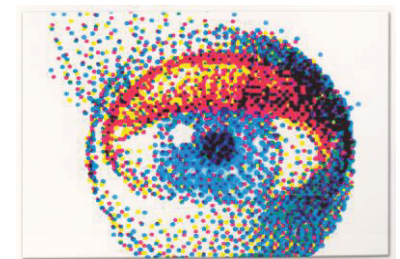

Abb. 3-13: Tonwertsimulation bei einem Farbbild [3]
Die volle Bandbreite möglicher Mischfarben bei Volltondruckern ist durch unterschiedliche Kombinationen der Druckfarben gegeben. Die Helligkeit und Intensität einer Mischfarbe wird durch die Größe und Anordnung der gedruckten Rasterpunkte simuliert. Bei großen Rasterpunkten erscheint die Druckfarbe intensiver und ihr Anteil dominiert stark die entstehende Mischfarbe, während ein geringer Farbanteil oder eine helle Tönung durch kleine Rasterpunkte erzielt wird (Abb. 3-13). Soll ein vollflächiger Druck erzeugt werden, müssen die annähernd runden Rasterpunkte so groß sein, dass sie teilweise überlappen.
- Die Farbpigmentpunkte sind von unterschiedlicher Größe und annähernd, aber nicht perfekt rund. Zudem müssen sie einander teilweise überlappen, damit keine unerwünschten Lücken im Bild entstehen. Das Druckbild (Abb. 3-13) gibt demzufolge nicht die Pixelstruktur des digitalen Bildes wider.